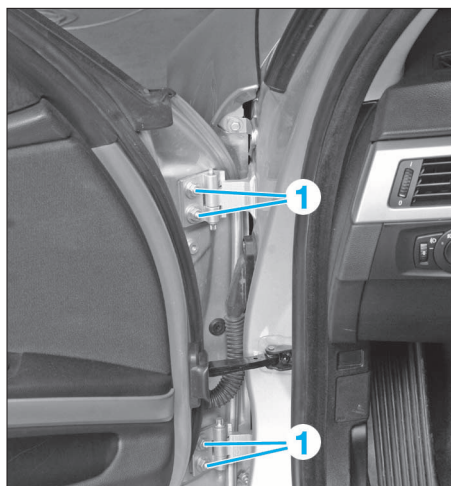

FIG. 50
- Desserrer les écrous (1) jusqu'à ce que la porte puisse encore tout juste être déplacée (Fig.50).